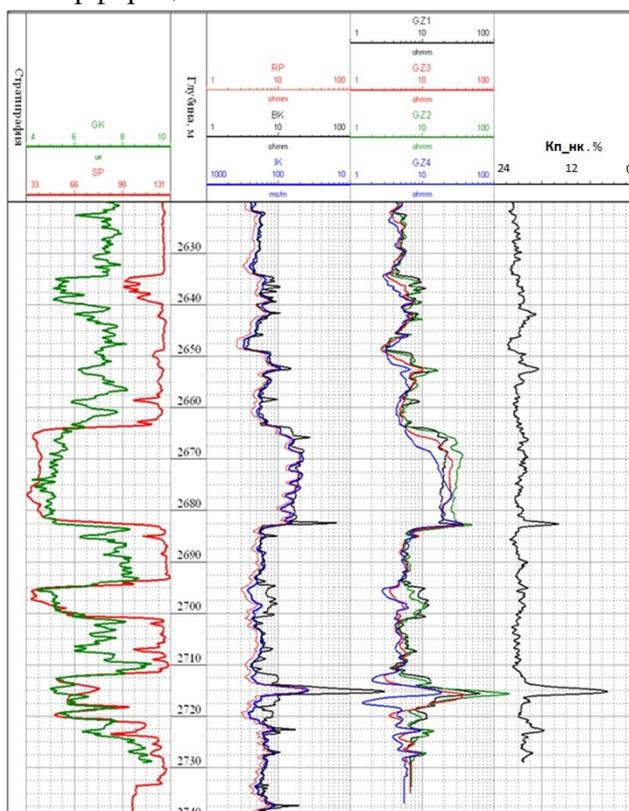

Рисунок 1 – Планшет с исходными данными
1. Выделить интервалы песчаников (рисунок 1). Глубины, на которых залегают песчаники, занести в таблицу (кровля-подошва)